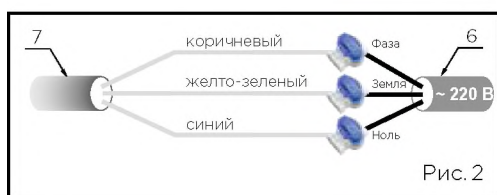

Рис. 2
- подключить провод 7 к питающему проводу 6 (соблюдая требования по цветному подключению проводов: РЕ-ЗЕМЛЯ – желто-зеленый; L-ФАЗА – коричневый; N-НОЛЬ – синий) через три соединителя Scotchlok 314 8, используя ручной инструмент – пассатижи переставные (рис. 2);